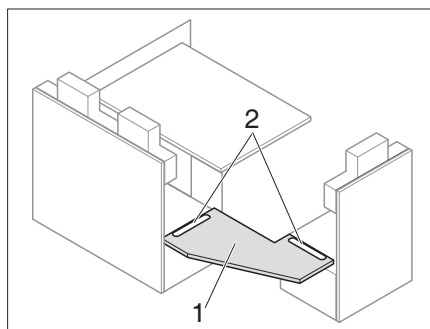
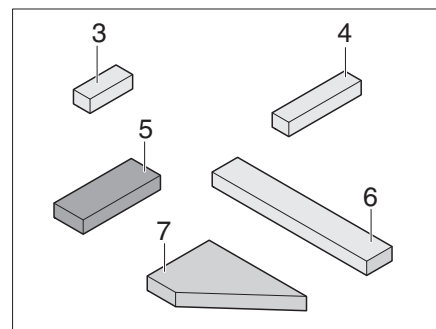
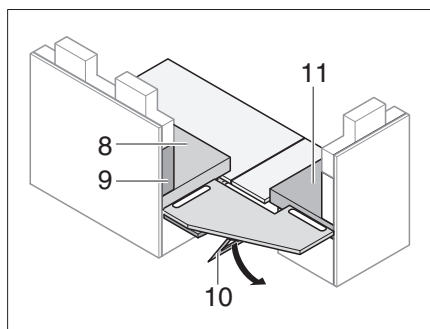
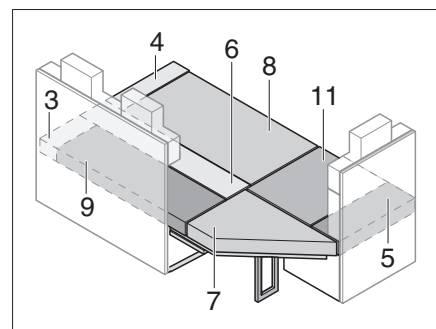

Bild 187 Verstärkungsplatte einsetzen
Bild 188 Zusatzpolster
Bild 189 Verstärkungsplatte stützen
Bild 190 Nach dem Umbau
- Verstärkungsplatte (Bild 187,1) in die Nuten (Bild 187,2) einsetzen.
- Stütze (Bild 189,10) unter der Verstärkungsplatte (Bild 187,1) ausklappen.
- Sitz-, Rücken- und Zusatzpolster wie in Bild 190 gezeigt auflegen (Die Positionsnummer beziehen sich auf Bild 188 und Bild 189).